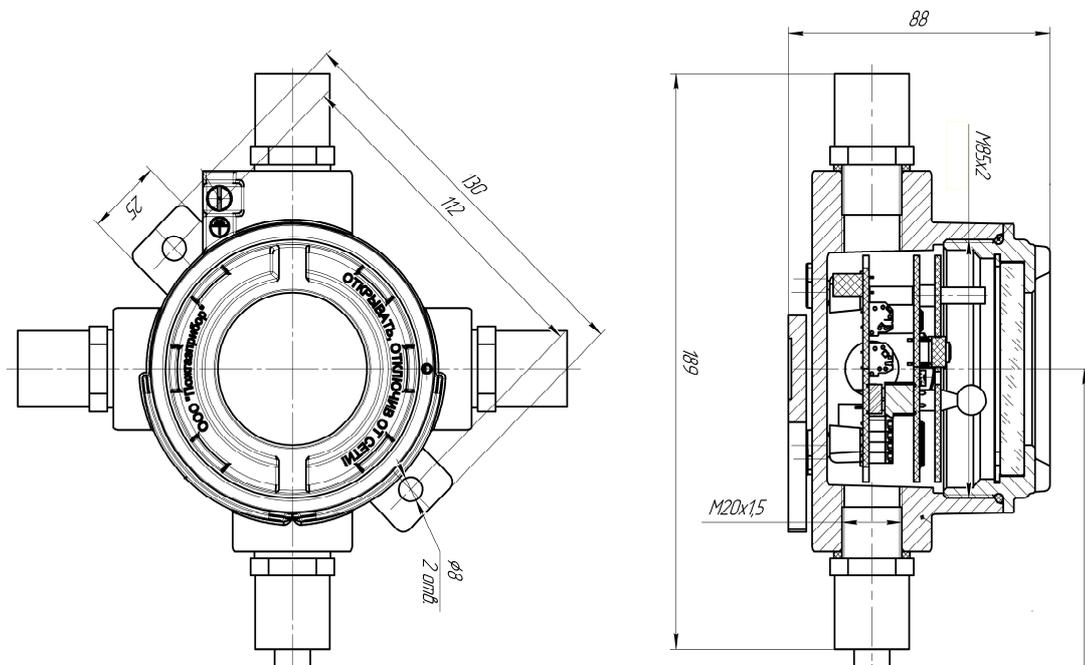

Рисунок 3 –Габаритный чертёж трансмиттера в корпусе с 4-я вводными отверстиями
2.4.3.2 Разметить место крепления и установить трансмиттер на два болта в отверстия на корпусе (см. рис. 3, 4).